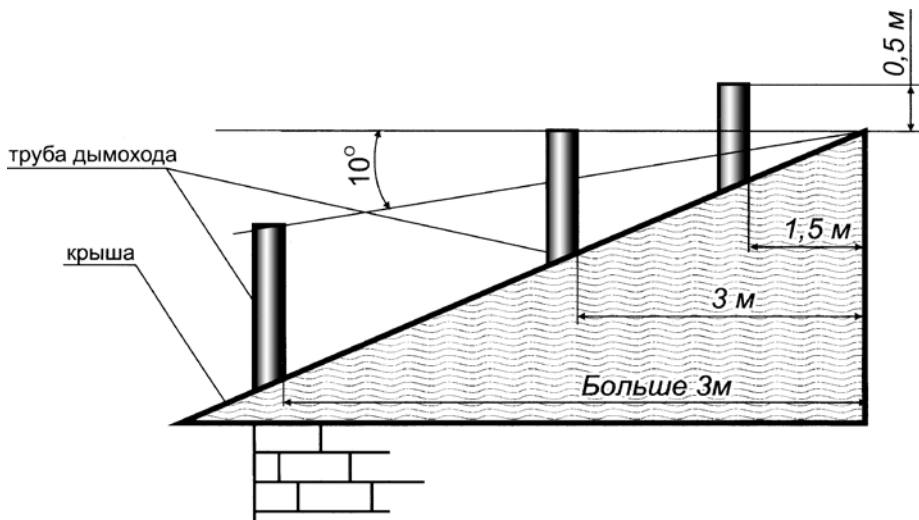

рис.5 Схема размещения дымовых труб.
6.12. Дымоход рис.5 должен быть выведен выше зоны ветрового подпора. Высота дымохода над крышей дома устанавливается в зависимости от расстояния его от конька по горизонтали и должна быть: